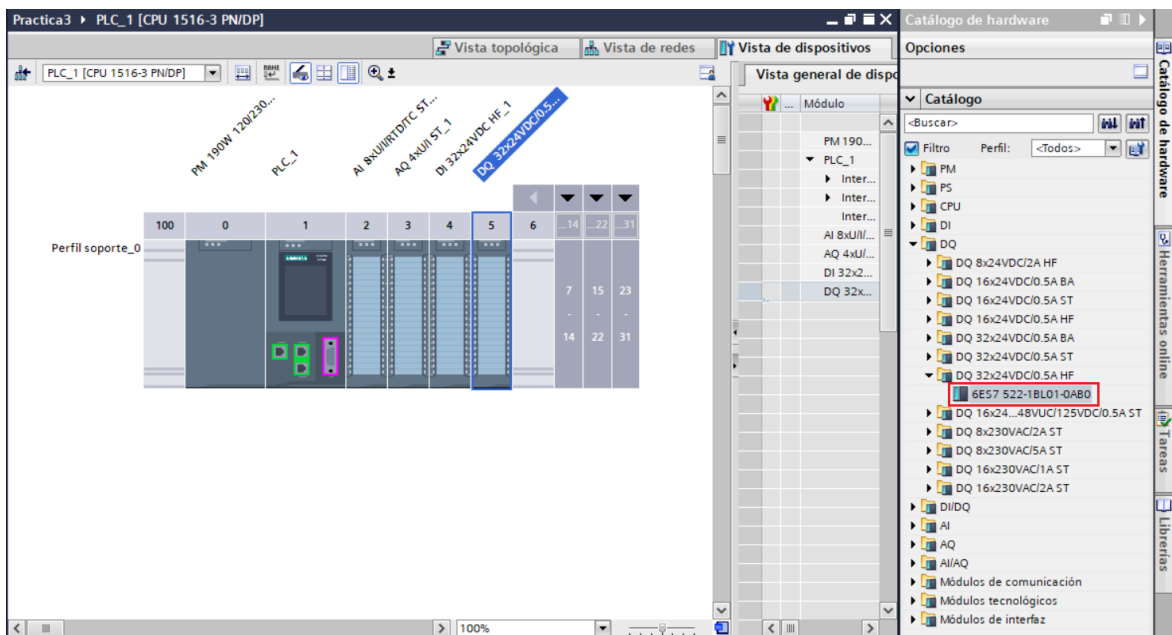

Figura 14: Agregar Módulo de salidas digitales.
- Ubicar la fuente de alimentación dando clic sobre **“DQ” / “DQ 32x24VDC/0.5A HF” / “6ES7 522-1BL01-0AB0”** seleccionar la versión **“V1.1”** (ver Figura 14).